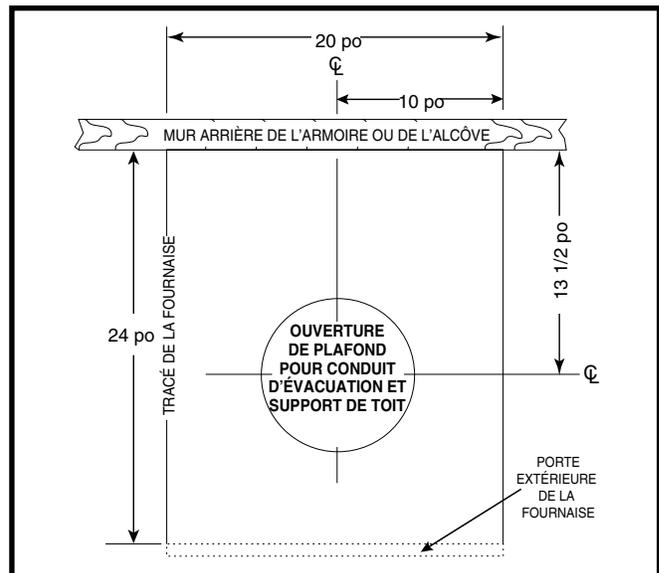

Figure 19. Dimensions de coupe pour le conduit d'évacuation et le support de toit
1. Positionnez le centre de l'ouverture du support de toit, mesurez 13 ½ po depuis le mur arrière de l'armoire ou de l'alcôve, le long de la ligne centrale de l'ouverture de la fournaise et du plancher. Voyez la Figure 19.